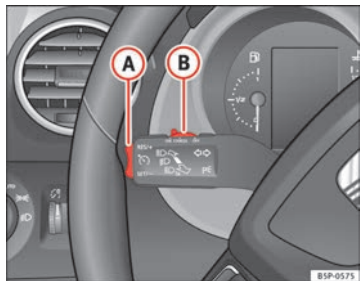

Abb. 154 Blinker- und Fernlichthebel: Schalter und Wippe für die Geschwindigkeitsregelanlage
- Drücken Sie den unteren Teil der Wippe **SET/-** ⇒ Abb. 154 **A** einmal kurz, wenn die zu speichernde Geschwindigkeit erreicht worden ist.